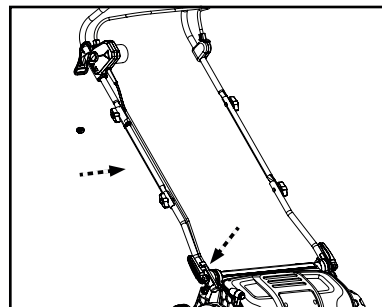

Рис.5
5. Закрепите шнур на машине с помощью зажима для шнура и надежного зажима для шнура на нижней ручке (рис.5).